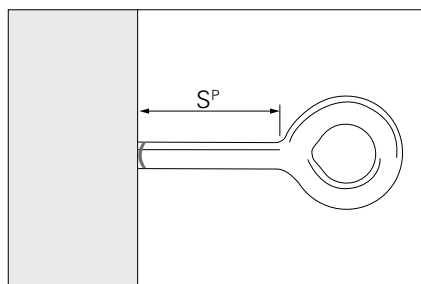

Abb. A12.02
- Die Ringschraube (**101**) darf incl. dem Ring max. 7 cm aus dem Verankerungsgrund herausstehen. Dies ist gewährleistet, wenn die Ringschraube bis zur letzten Markierung vor dem Ring eingeschraubt wird. (Abb. A12.02)